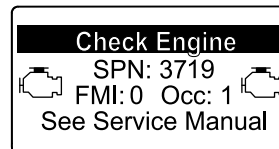

Figure 39
- Si une régénération de récupération est nécessaire, l'InfoCenter affiche l'avertissement SPN 3719, FMI 16 (Figure 39) et l'ordinateur du moteur réduit la puissance du moteur à 85 %.